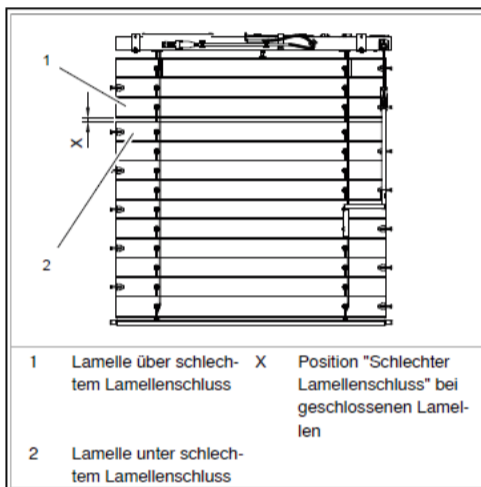

Abb. 2
- Die Einbauorte befinden sich entlang der ersten Lamelle unterhalb der Position "Schlechter Lamellenschluss". Der Einbau erfolgt oberhalb dieser Lamelle (Abstand ca. 2 - 3 mm über der Lamelle). Siehe hierzu Abbildung 2 und 3